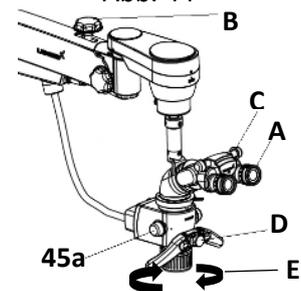

Abb. 45
3. Sperren Sie die Auf- und Abbewegung des Aufhängungsarms mit dem Sperrknopf (B) in Abb. 45, nachdem Sie den gewünschten Bereich fokussiert haben.
5. Passen Sie den Augenabstand gemäß der IPD (C)-Skala nach Belieben an.
6. Stellen Sie die Dioptrien beider Okulare (A) auf Null ein.
7. Die Beleuchtung wird über den Steuerknopf (D) gesteuert, Abb. 45. Drehen Sie ihn im oder gegen den Uhrzeigersinn, um die gewünschte Beleuchtungsstärke einzustellen.